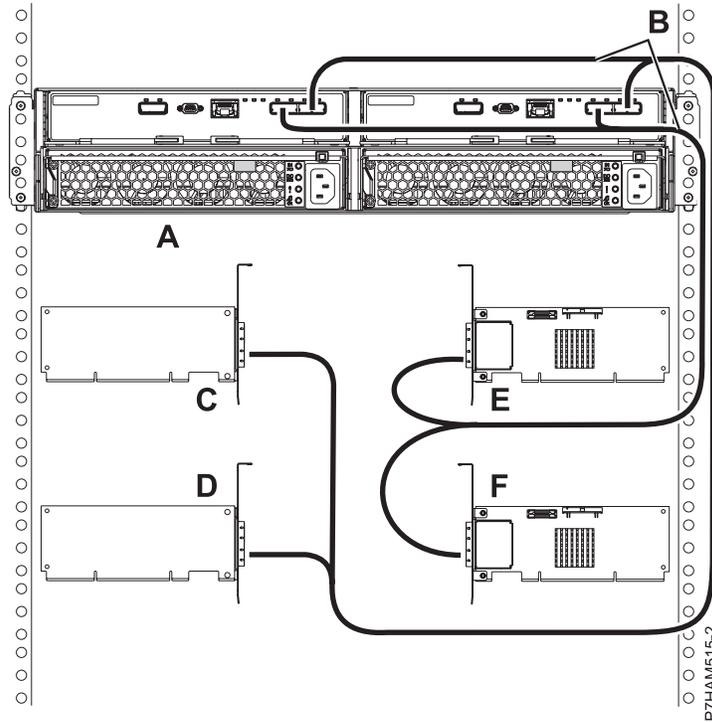

Abbildung 18. Modus 4-Anschluss eines Plattenlaufwerkgehäuses 5887 mit X-Kabeln an vier unabhängige SAS-Adapter
18. Schließen Sie ein Plattenlaufwerkgehäuse 5887 im Modus 4 (A) mit X-Kabeln (B) an vier unabhängige SAS-Adapter an. Siehe Abb. 18 auf Seite 20.